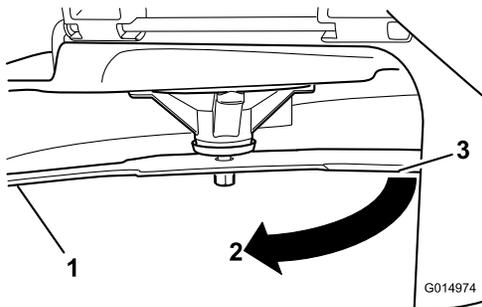

Рисунок 76
4. Поверніть той же ніж на 180 градусів, щоб протилежна ріжуча кромка опинилася в тому ж положенні (Рисунок 76).